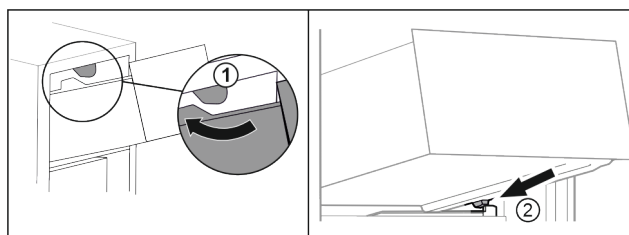

Fig. 95
- Schubfach um die oberen Stopper herumführen. Fig. 95 (1)
- Schubfach schräg hinter den unteren Stoppern auf Behälterrippe aufsetzen. Fig. 95 (2)